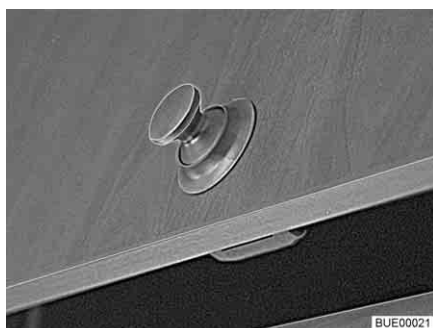
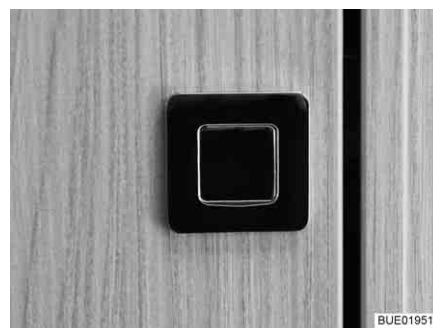

Fig. 56 Abattant de placard avec bouton-poussoir rond
Fig. 57 Abattant de placard avec bouton-poussoir rectangulaire
- Appuyer sur la partie intérieure de la serrure. Le bouton-poussoir (Fig. 56 ou Fig. 57) ressort.